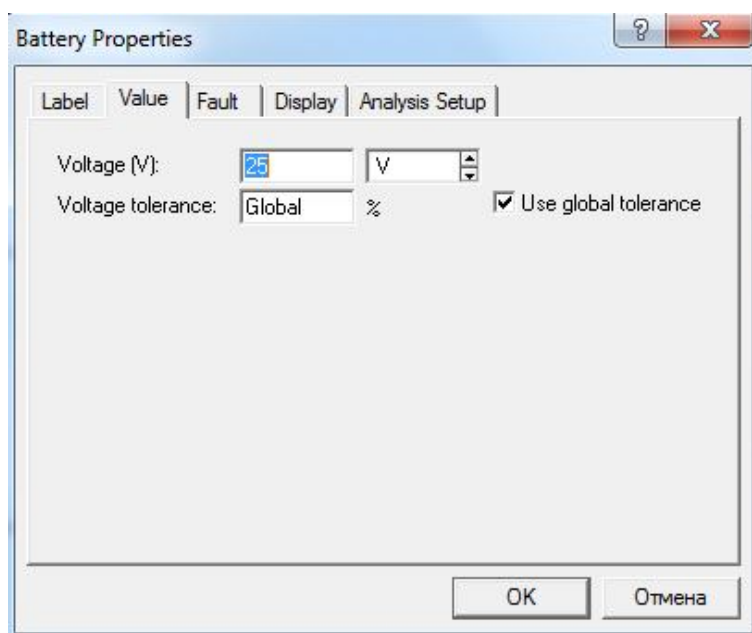

Рисунок 4.5 – Діалогове вікно зміни номінального значення джерела живлення
9. Змінити номінальне значення джерела живлення. Для цього необхідно двічі натиснути на джерелі живлення та у діалоговому вікні, що відкриється (рис. 4.5), змінити значення напруги на 25 В.